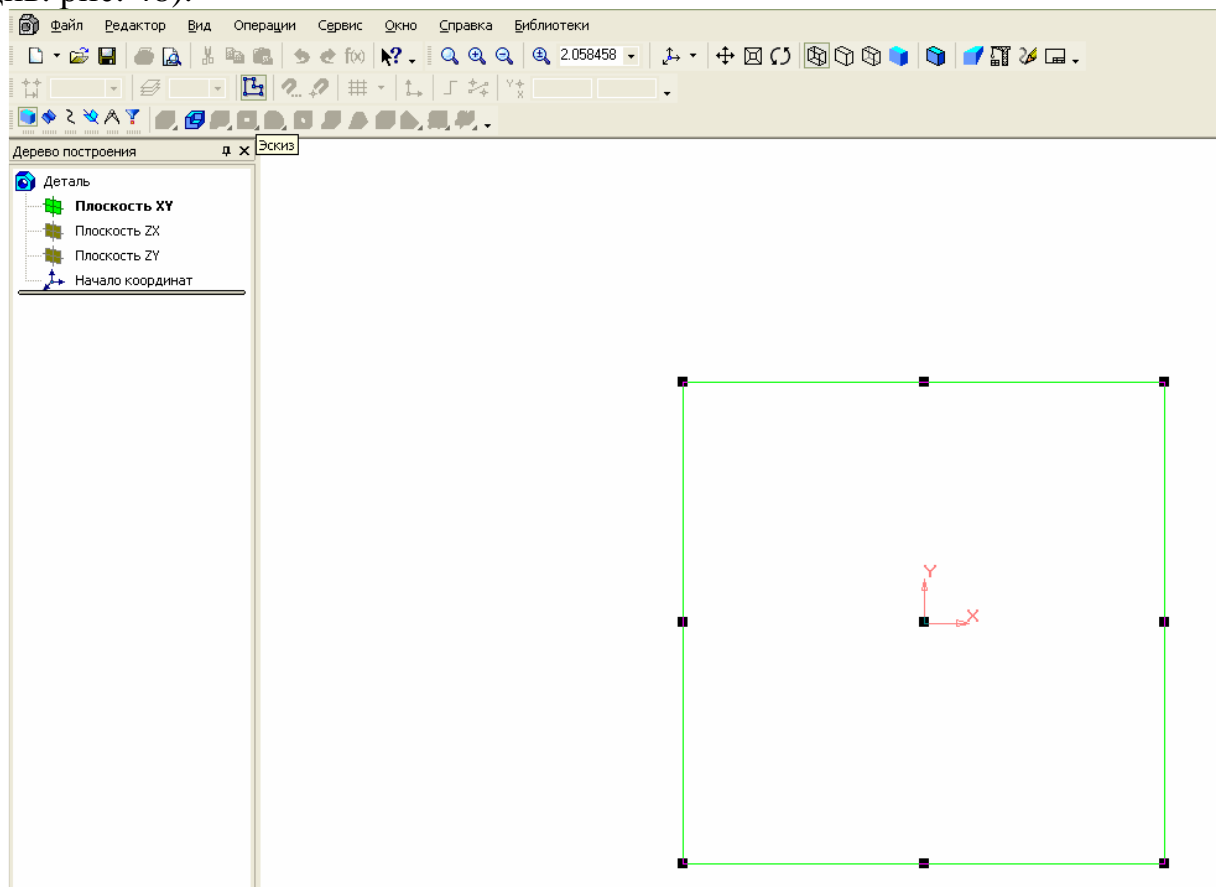

Рис. 48 – Дерево построения
3.1 Виберіть у дереві побудови «*Плоскость XY*» → «*Эскиз*» (див. рис. 48).